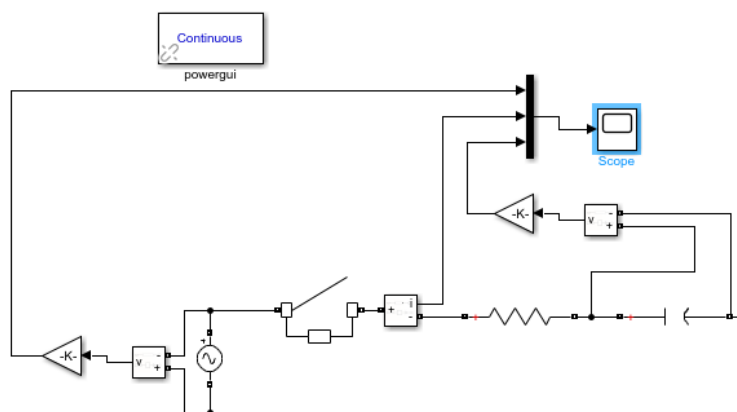

Figura 10: Transitorio de carga de un condensador en corriente alterna.
- Cambia la fuente de tensión continua del diagrama de bloques de la figura 8 por una fuente de corriente alterna del valor adecuado. Pon un segundo medidor de tensión como se indica en la figura 10. Cambia la ganancia de los medidores de tensión a 1/10.